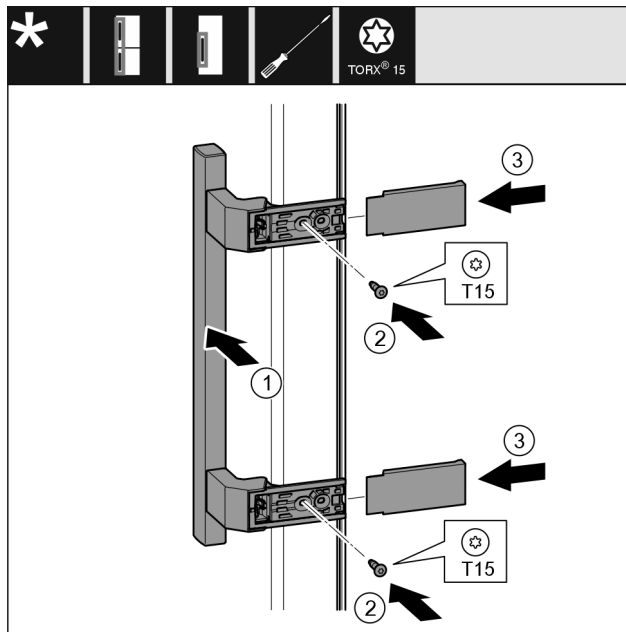

Fig. 42
- ▶ 将把手 Fig. 42 (1) 放到反面。
- ▶ 将螺钉 Fig. 42 (2) 用螺丝刀拧紧。
- ▶ 将盖板 Fig. 42 (3) 放置到侧面并插入。